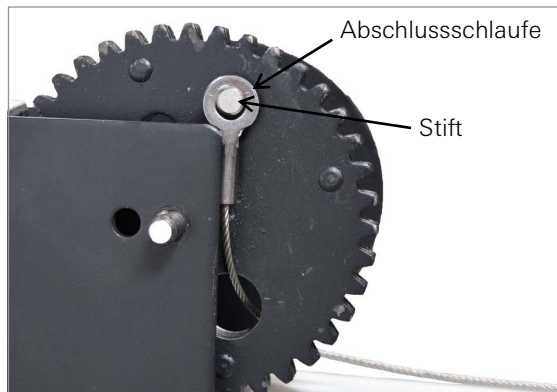

ABBILDUNG 41: Abschlusschlaufe entfernen
- b. Drehen Sie die Trommel so, dass der Abschlusschlaufenstift wie in Abbildung 41 sichtbar ist und entfernen Sie die Abschlusschlaufe vom Pin an der Außenseite der Trommel.